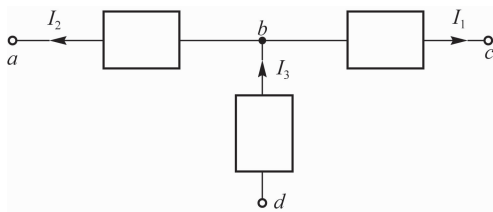

图 1-17 【例 1-4】图
**【例 1-4】** 如图 1-17 所示,各电流的参考方向已设定,已知  $I_1 = 6 \text{ A}$ ,  $I_2 = -1 \text{ A}$ ,  $I_3 = 5 \text{ A}$ 。试确定  $I_1$ 、 $I_2$ 、 $I_3$  的实际方向。